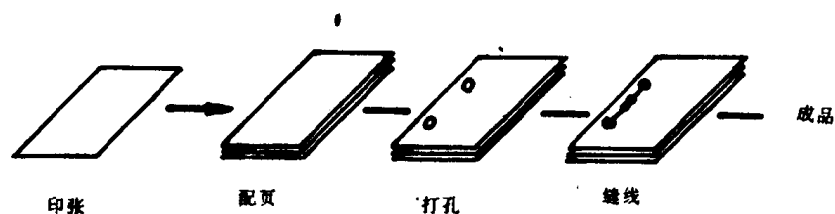

图 1-8 线装工艺流程图
1. 线订:在轻型装订工艺中,线订主要用于财务帐本、表册、单据等的装订。其工艺流程为:印张→配页→打孔→缝线→成品(如图1-8所示)。相应设备:打孔穿线机。配页可由手工完成。